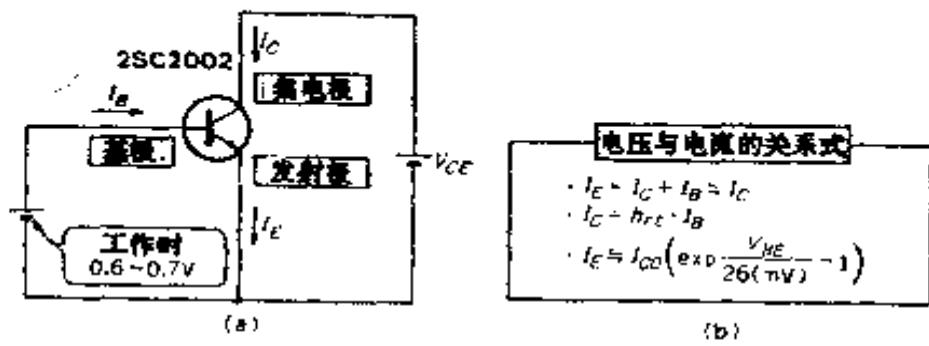

图 2-1 三极管的直流基本工作情况(发射极接地)
三极管的直流基本工作原理见图 2-1。共发射极电路是以基极输入，集电极输出的发射极接地形式。此外，还有基极接地②和集电极接地（射极跟随器），而其中又以发射极接地方式使用得最多，是一种典型方式，因此我们来讨论发射